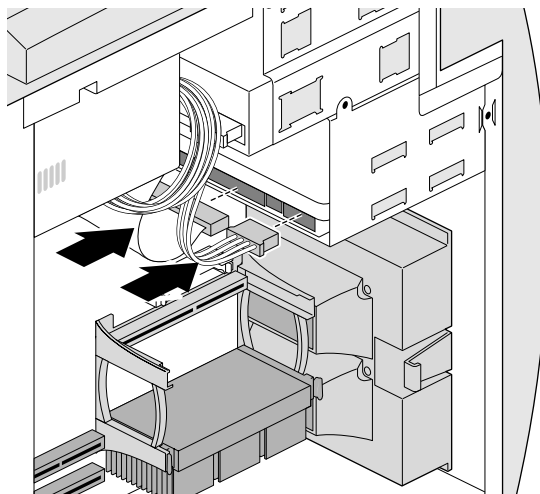

Figura 4-19 Collegamento dei cavi a un disco rigido interno
9. Collegare i cavi di alimentazione e a nastro sul retro dell'unità, se ve n'è ancora una installata, come illustrato nella Figura 4-19.